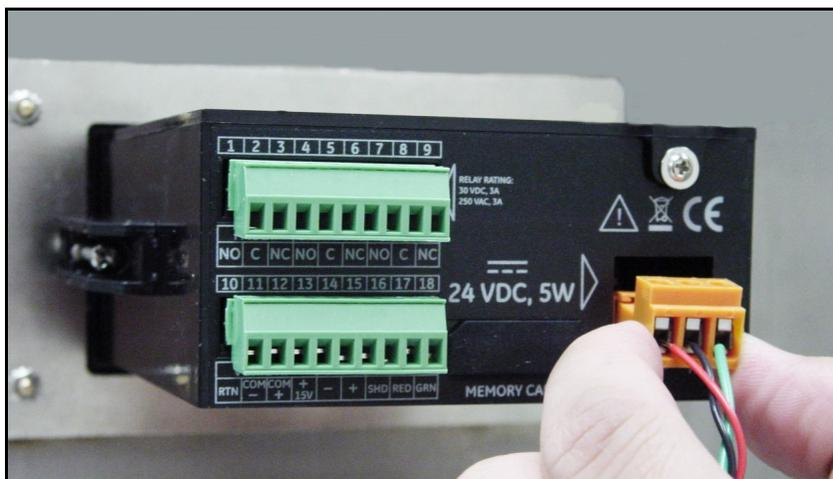

Abbildung 42: Wiederanschießen des Gleichstromsteckers
4. Stecken Sie den Gleichstromstecker wieder in die Rückwand ein (siehe Abbildung 42).